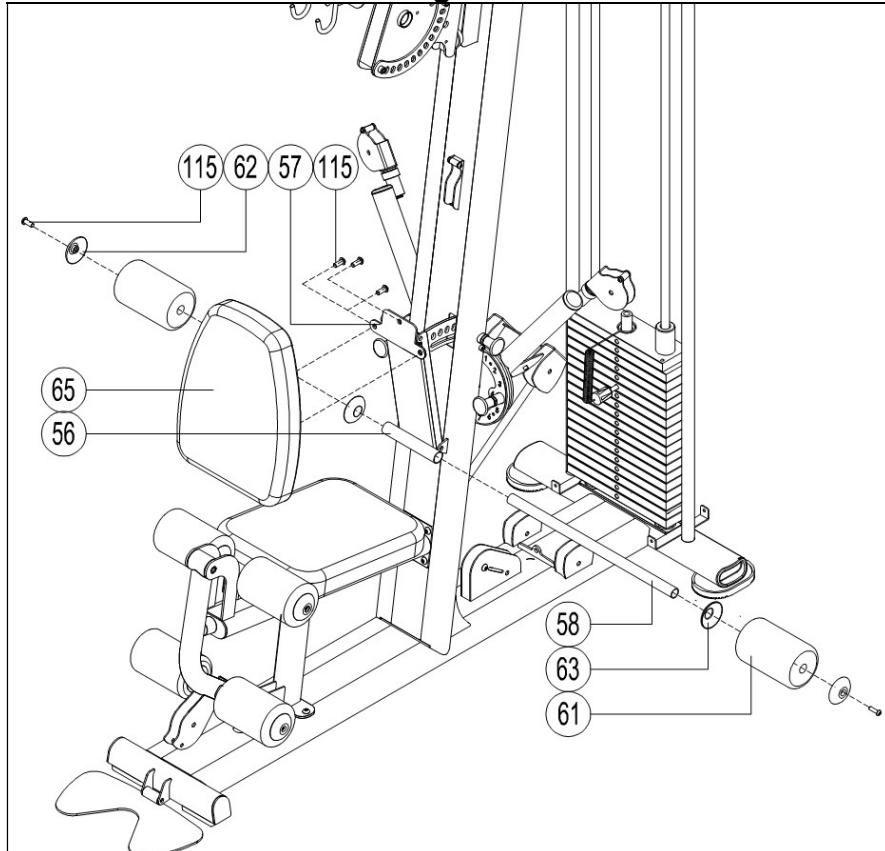

Fig.12
12.- Coloque el conjunto de brazos (76) en la estructura de giro (96) alineando con el punto (c). Saque el pomo (18), ajuste la posición y suelte el pomo (18). Coloque el eje (98) en el punto (c), Fig.12. Atornille el eje (98) usando los tornillos (74) y las arandelas (75), Fig.12.